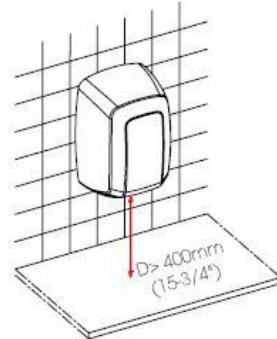

Abbildung 13
**HINWEIS:** Ein Mindestabstand von 15.80" (400 mm) zu Fensterbänken, Marmorteilen oder Waschbecken muss berücksichtigt werden (Abb. 13). Es müssen soweit wie möglich alle reflektierenden Oberflächen im Bereich des IR-Sensors des Handtrockners vermieden werden.